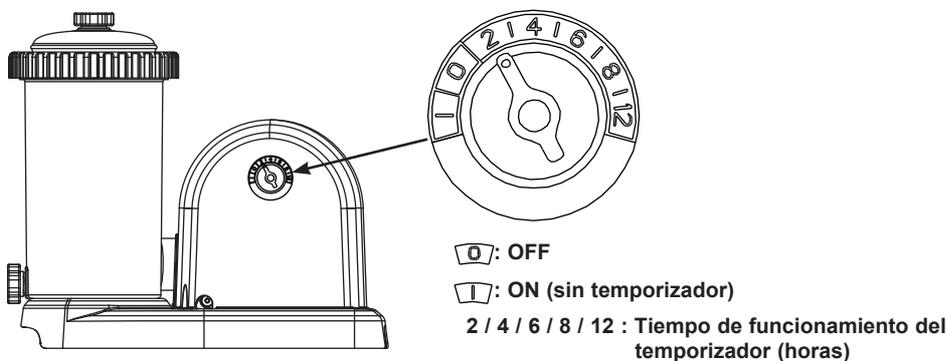

Figura 10
4. Con el agua fluyendo hacia la unidad, la presión del agua permitirá que se libere el aire que queda dentro de las válvula de liberación de aire (2). Cuando todo el aire se haya liberado el agua fluirá a través de las válvula (2). Cuando esta ocurra, apriete suavemente las válvula con la mano en el sentido de las manecillas del reloj.
- A. Enchufe el cable en la toma de corriente eléctrica y configure el botón del temporizador al número deseado de horas de funcionamiento. **Vea Figura. 10.** Vea la sección "Tabla Tiempo de funcionamiento" para las horas de funcionamiento necesarios relacionados con cada tamaño de la piscina.